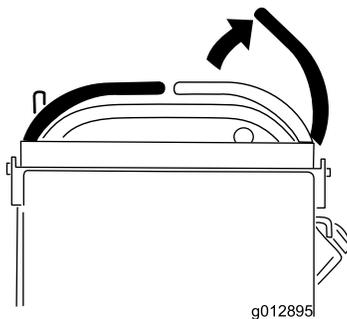

Bild 12
- Schieben Sie die Fahrtriebshebel in die Neutral-Stellung und den rechten Fahrtriebshebel in die arretierte Neutral-Stellung (**Bild 12**).